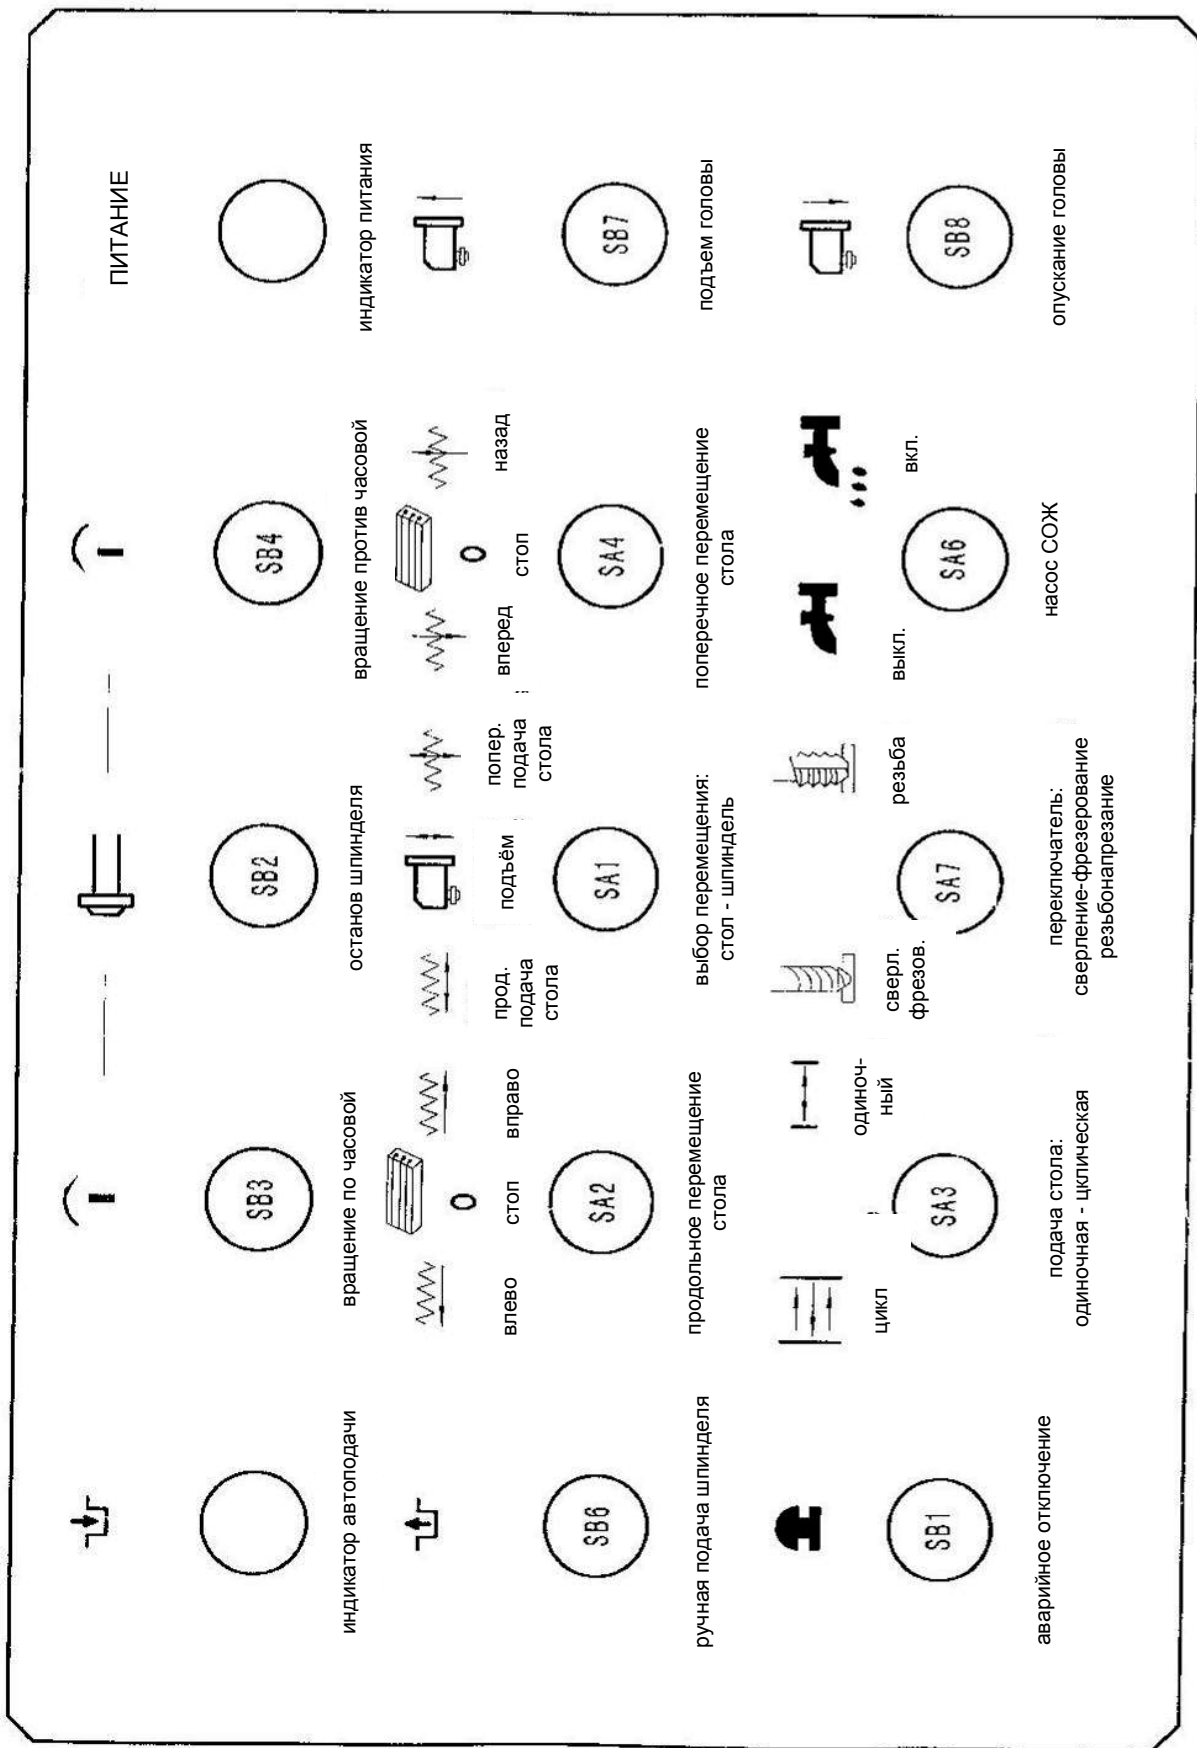

Рис.8
2) нажмите кнопку SB3 (Рис.8) шпиндель будет вращаться по часовой стрелке
Станок оснащен механизмом продольного и поперечного перемещения рабочего стола. Поверните переключатель SA1 (Рис.8) в необходимое положение: «продольное перемещение стола» или «поперечное перемещение стола». Выберите переключателем SA3 (Рис.8) режим работы автоматической подачи: «одиночная» или «циклическая».
5. Для автоматического перемещения фрезерной головы в вертикальном направлении нажмите кнопку SB7 (вверх) или SB8 (вниз) (Рис.8). Концевые выключатели ограничивают крайние положения перемещения стола и фрезерной головы.
6. При перегрузке шпинделя аварийная защита отключает напряжение. При срабатывании системы аварийной защиты, станок быстро остановится, отожмите кнопку аварийной остановки SB1 (Рис.8) после устранения неисправностей.